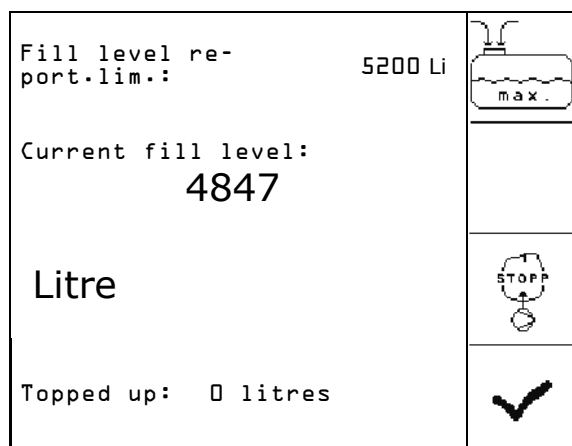

Fig. 69
1.  Call up the filling menu (Fig. 69).